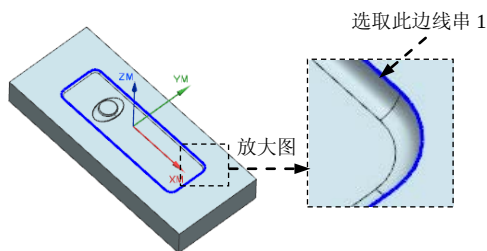

图 7.23 创建边界
Step3. 在“创建边界”对话框 **材料侧** 下拉列表中选择 **外部** 选项。选取图 7.23 所示的边线串 1 为几何体边界, 单击“创建边界”对话框中的 **创建下一个边界** 按钮。